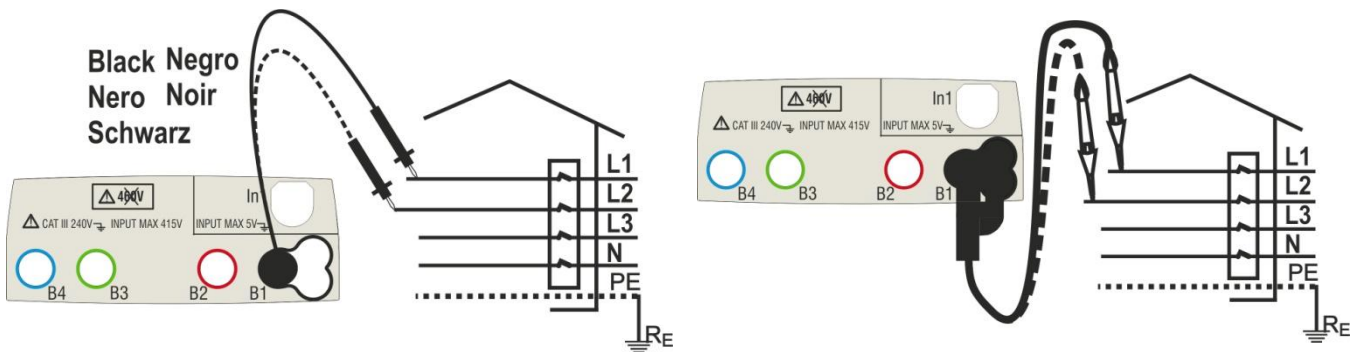

Fig. 21: Verificação da sequência das fases 1T com terminal e ponteira remota
3. Inserir os conectores azul e preto dos cabos individuais nos correspondentes terminais de entrada do instrumento B4, B1 (medição 2T). Inserir nas extremidades livres dos cabos os correspondentes crocodilos ou ponteiras. Eventualmente, utilizar a ponteira remota inserindo o seu conector multipolar no terminal de entrada B1. Conectar os crocodilos, ponteiras ou a ponteira remota na fase L1 e N de acordo com as Fig. 21 e Fig. 22.
Nestas condições conectar os crocodilos, ponteiras ou a ponteira remota à fase L2 e N de acordo com as Fig. 21 e Fig. 22.